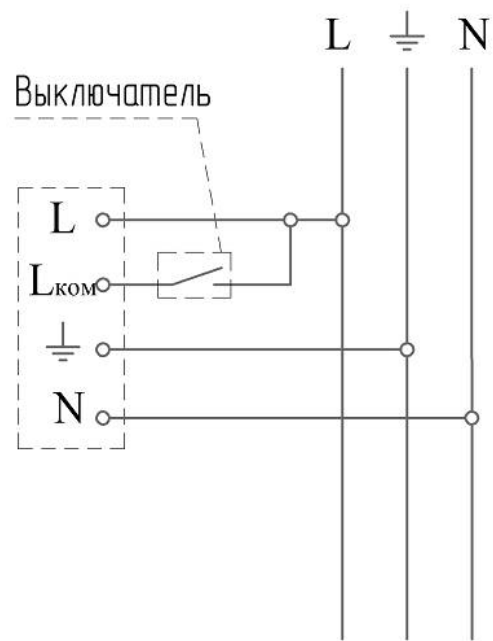

Рисунок 3 - Схема подключения светильника к сети
5.4 Подключите кабель ПВС 4x0,75 к питающей сети согласно схеме (рис.3) с соблюдением полярности, указанной на маркировке, и обеспечивая герметичность соединений. Подключите фазовый провод *некоммутируемой сети* освещения (т.е. между фидером и светильником не должно быть никаких выключателей, кроме автоматов защиты) к "L" кабеля ПВС 4x0,75, а фазовый провод *коммутируемой сети* через выключатель подключить к "Lком" кабеля ПВС 4x0,75.
5.5 Подайте напряжение питания по некоммутируемой сети освещения. При отключенном выключателе (рис.3) светильник не будет светиться. Индикатор зелёного цвета, расположенный за рассеивателем будет светиться, пока идёт зарядка аккумуляторной батареи. Затем подайте напряжение питания по коммутированной сети освещения (переключив выключатель в положение "вкл"), при этом светильник будет светиться. Если условия пункта 5.5 не выполняются, то проверьте правильность его подключения.